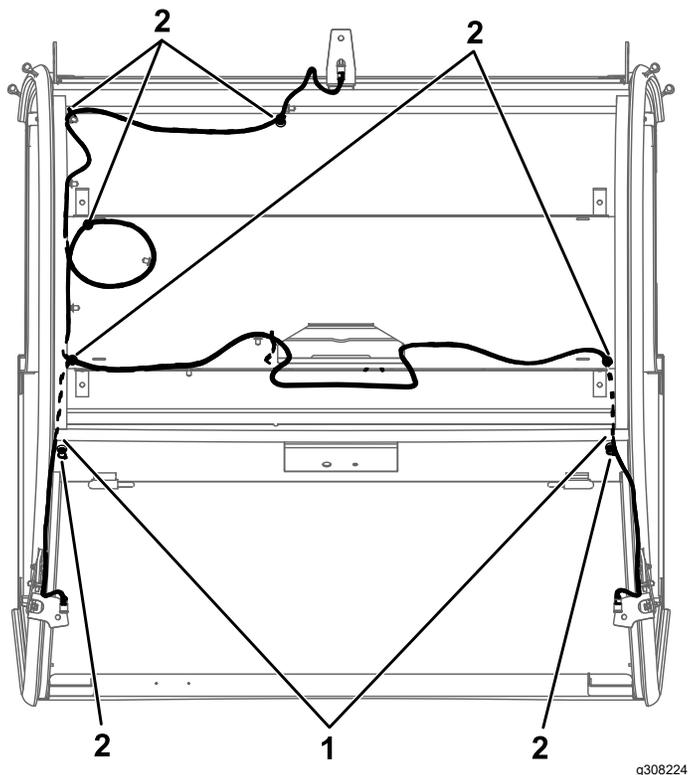

Рисунок 11
1. Проложите жгут проводов, как показано на Рисунок 11.
Примечание: Сделайте разрезы в пеноматериале в местах, указанных на Рисунок 11, чтобы проложить жгут проводов.
2. Закрепите жгут проводки на машине, используя кабельные стяжки в удлинительных пластинах и 7 магнитных кабельных стяжек, установленных в местах, показанных на Рисунок 11.